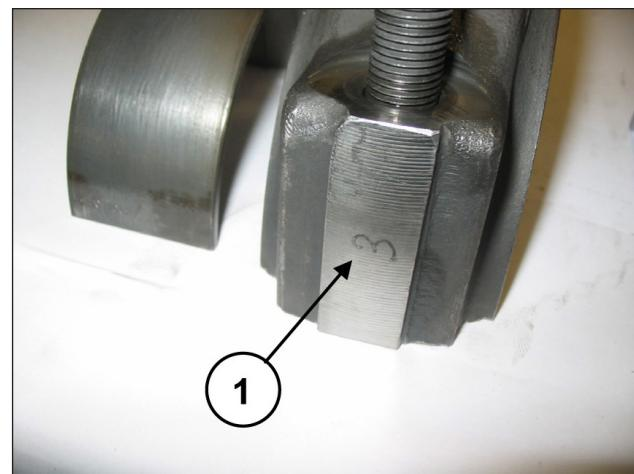

Fig. 18
Para evitar possíveis erros as capas e as semi-bielas foram numerados em um lado (pos. ①, Fig. 18).